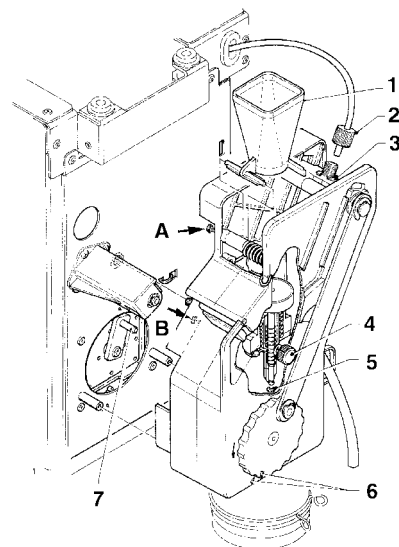

Abb. 17
- der Boilerteflonschlauch vom oberen Kolben trennen, und darauf achten, daß die Dichtung nicht verloren geht (s. Abb. 17);
- die Schrauben A und B leicht losschrauben, bis der Kaffeetrichter freigegeben werden kann (s. Abb. 17);